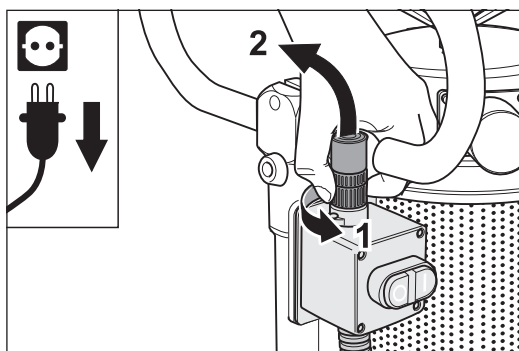

Abb. 55 Am Ein-/Aus-Schalter den Gewinding des Kabelsteckers **gegen den Uhrzeigersinn** schrauben (1) und den Kabelstecker nach oben abziehen (2).
- 2 Schrauben Sie am Ein-/Aus-Schalter den Gewinding des Kabelsteckers **gegen den Uhrzeigersinn** (Abb. 55, 1). Ziehen Sie den Kabelstecker nach oben ab (Abb. 55, 2).